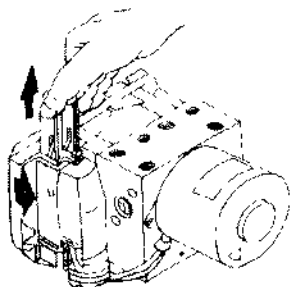

图 7.72 拆开 ABS ECU 线束连接器
① 关闭点火开关, 拆下蓄电池及支架。
② 从 ABS ECU 上拆开 25 端子的线束连接器。如图 7.72 所示。